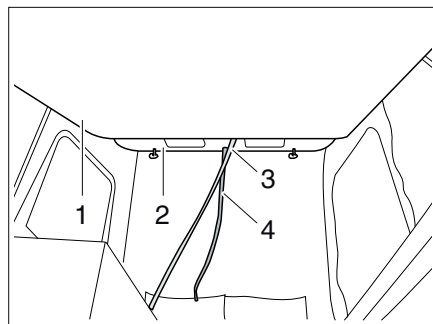

Fig. 65 Cama en el techo para dormir
- Empujar el techo para dormir (Fig. 65,2) de los tiradores con ambas manos hacia arriba.
- Tirar el colchón (Fig. 65,1) del dispositivo corredizo (Fig. 65,3) hacia abajo, hasta escuchar que engatilla.
- Empujar el colchón (Fig. 65,1) hacia arriba.
- Tirar el techo para dormir del dispositivo corredizo (Fig. 65,4) hacia abajo.